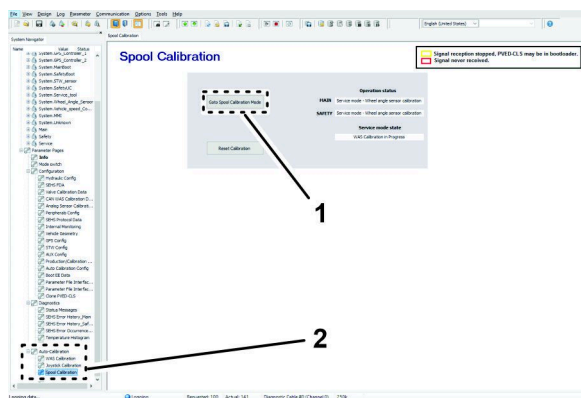

図 152
2. ラップトップコンピューターで、スプール校正アイコンをクリックします(図 152)。
3. スプール校正ページで、スプール校正モードに移動アイコンをクリックします(図 152)。